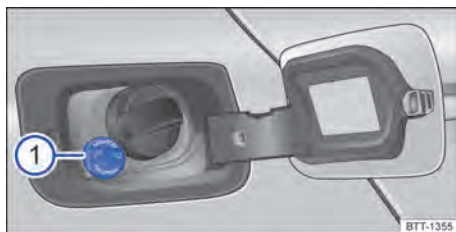
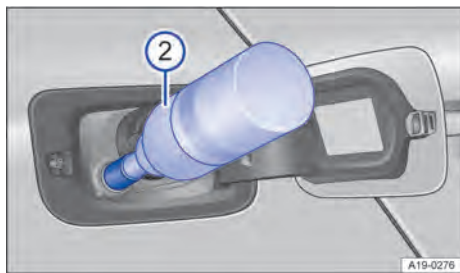
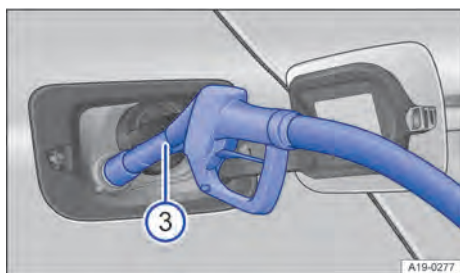

Fig. 207 Atrás da portinhola do tanque: tampa do tanque para AdBlue (representação esquemática).
Fig. 208 Atrás da portinhola do tanque: reabastecer o AdBlue com o frasco de reabastecimento (representação esquemática).
Fig. 209 Atrás da portinhola do tanque: reabastecer o AdBlue com o bico da bomba (representação esquemática).
Legenda para Fig. 207, Fig. 208 e Fig. 209:
O bocal de abastecimento de AdBlue® se encontra atrás da portinhola do tanque, ao lado do bocal de abastecimento de combustível → Fig. 207.
- Segure o manípulo da bomba de AdBlue® para baixo para garantir o abastecimento ideal → Fig. 209.
- O tanque de AdBlue® está cheio quando a bomba de abastecimento desliga pela primeira vez → ①.